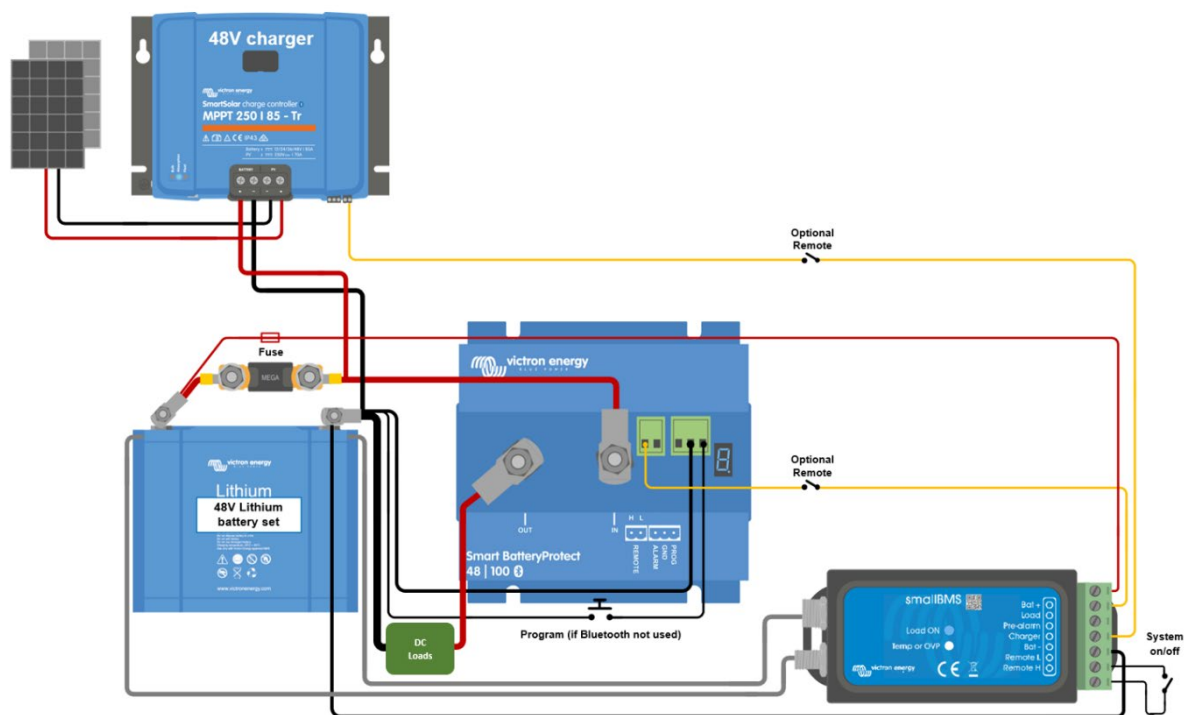

Bild 4: DC-solcellssystem med litiumjonbatteri (tillämpligt med Ve.Bus BMS eller smallBMS)
- I litiumjonläge uppstår en död period på 30 sekunder efter att fjärringången på SBP har blivit fritt flytande. Se anmärkningen under bild 4 för en detaljerad beskrivning.